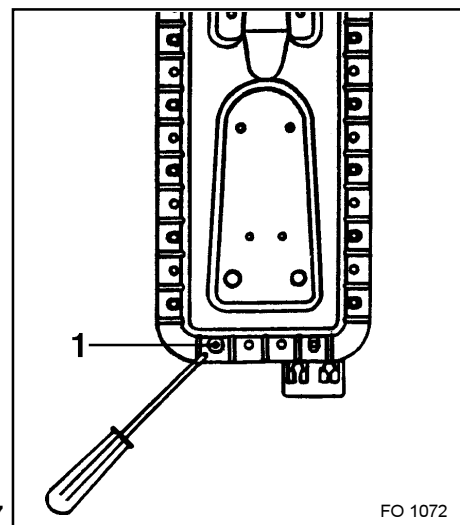

Fig. 7
- 3) Dévissez la vis maintenant le brûleur de four (**Fig.7**).